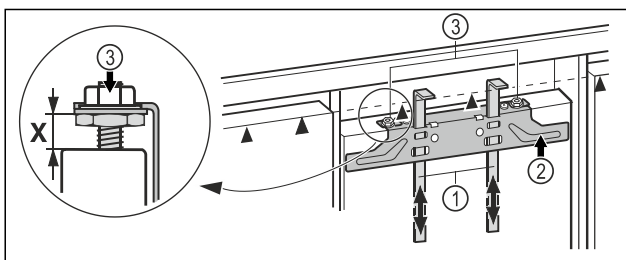

Fig. 16
- Shtyni lart ndihmëset e montimit Fig. 16 (1) në lartësinë e derës së mobilies. Buza e poshtme ndaluese ▲ e ndihmës së montimit = Buza e sipërme e derës së mobilies për montim.
- Lironi traversën e mbërthimit Fig. 16 (2) nëpërmjet kundërdadove Fig. 16 (3).